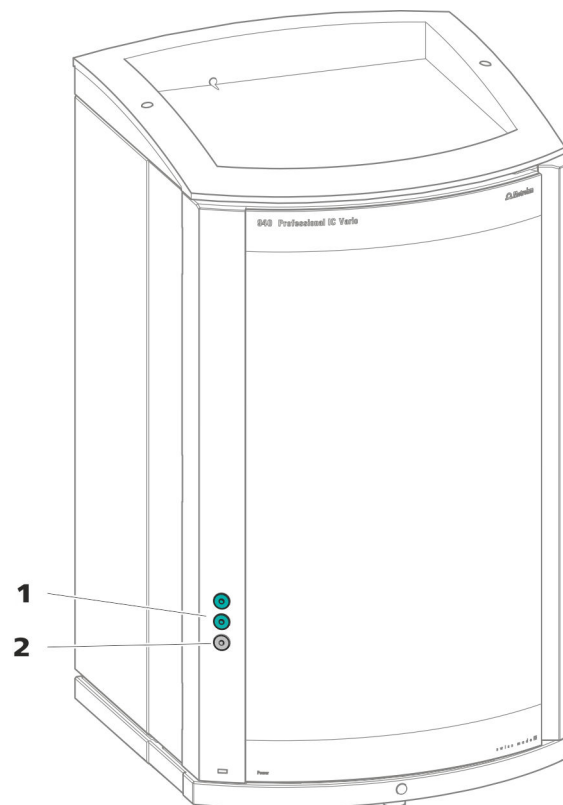

Abbildung 3 Durchführungen an der Tür
- Öffnungen an der Tür (siehe Abbildung 3, Seite 11)